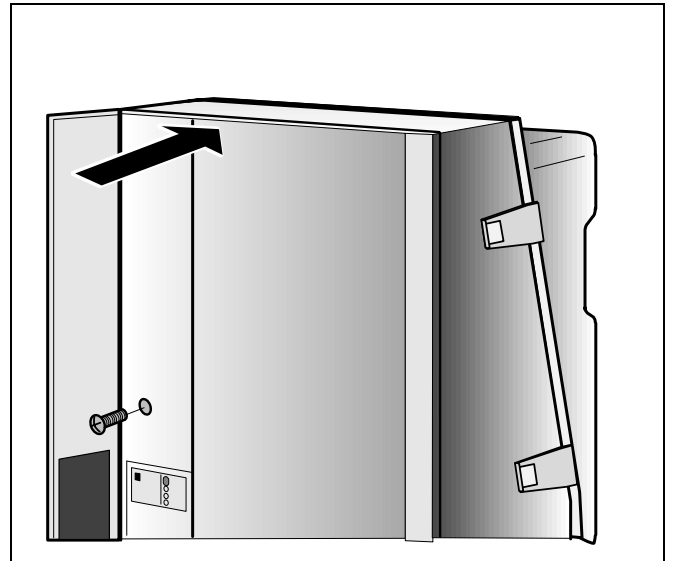

Fig. 33 Montare il rivestimento
- Applicare il rivestimento e chiudere le chiusure a scatto (fig. 33).